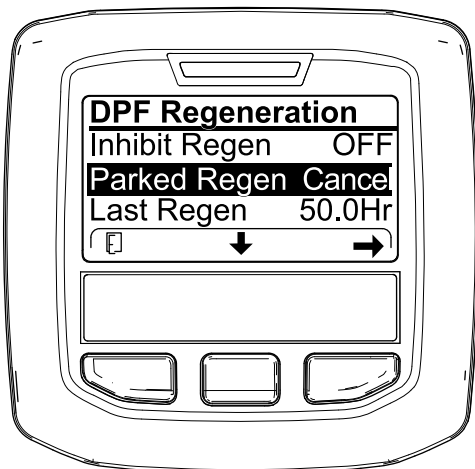
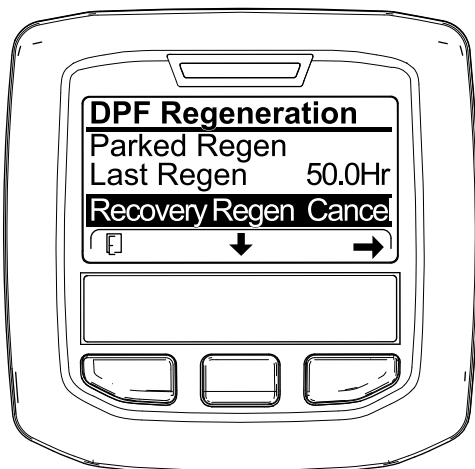

Figure 82
Figure 83
1. Ouvrez le menu Régénération du FAP (Figure 82).
2. Appuyez sur le bouton central pour naviguer jusqu'à l'option PARKED REGEN CANCEL (Figure 82) ou RECOVERY REGEN CANCEL (Figure 83).
3. Appuyez sur le bouton droit pour sélectionner l'option Regen Cancel (Figure 82 ou Figure 83).